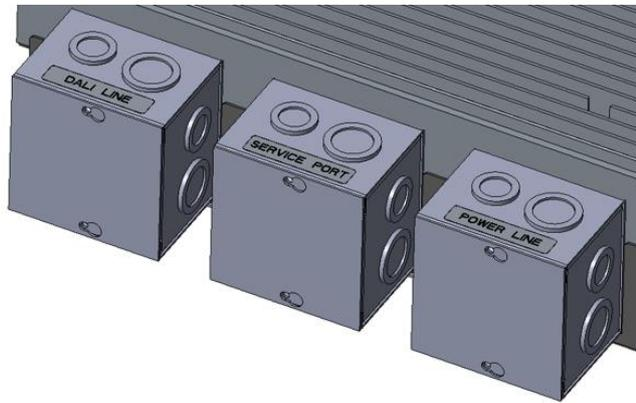

Fig. 47 プロジェクタの後部 74-00062-01/74-00063-01
- A. 「電源ライン」のあるジャンクションボックスのふたを開きます (図 47)。
- F. DALI 接続でも、「DALI ライン」ラベルが付いたジャンクションボックスについて、この手順を繰り返します (図 47)。